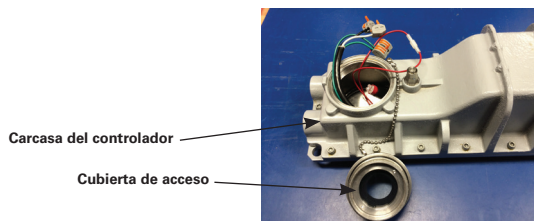
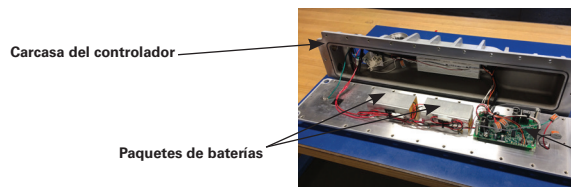

Figura 10
Figura 11
3. El reemplazo de batería requiere el retiro de la carcasa del controlador (observe la Figura 11).
4. Abra la cubierta de acceso de cableado roscado (observe la Figura 10) y deje que la cubierta cuelgue del cordón.
9. Retire los veinticuatro (24) tornillos de cabeza hueca y las arandelas de seguridad de la carcasa del controlador con una llave hexagonal de 5 mm.
11. Retire la carcasa del controlador. Nota: Mantenga la carcasa cerca del cuerpo de la luminaria para evitar presión en el arnés de cables adjunto (observe la Figura 11).